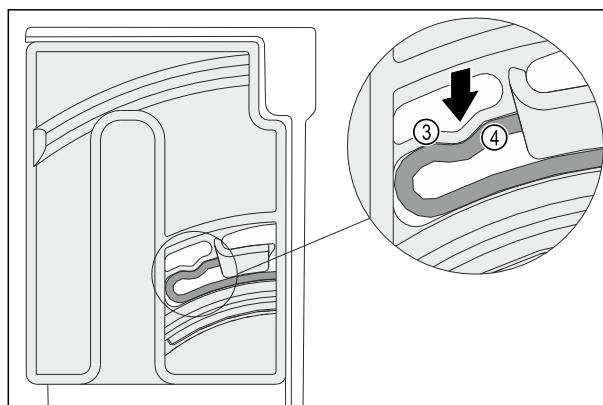

Fig. 117
- Elastisches Element Fig. 117 (3) der Dreheinheit rastet hörbar in der Rundform der Rippe Fig. 117 (4) ein.